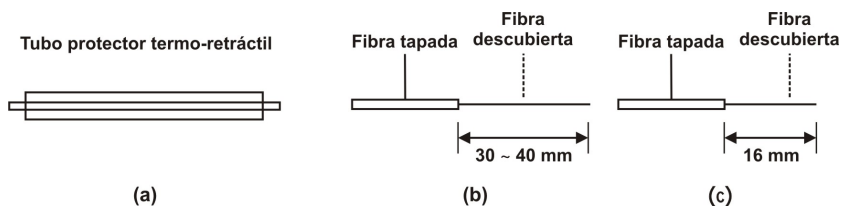

Figura 3.-
Para proteger el empalme después de la fusión, cubra la fibra con el tubo protector termo-retráctil. Ver figura 3 (a).
- 1.- Use la peladora para pelar la capa que cubre la fibra óptica, aproximadamente entre 30-40 mm. Utilice una toallita de alcohol limpia para limpiar la parte descubierta de la fibra óptica. Ver figura 3 (b).
- 2.- Use el cortador de alta precisión para cortar la fibra óptica pelada. Deben quedar al descubierto entre 12-16 mm. Ver figura 3 (c).